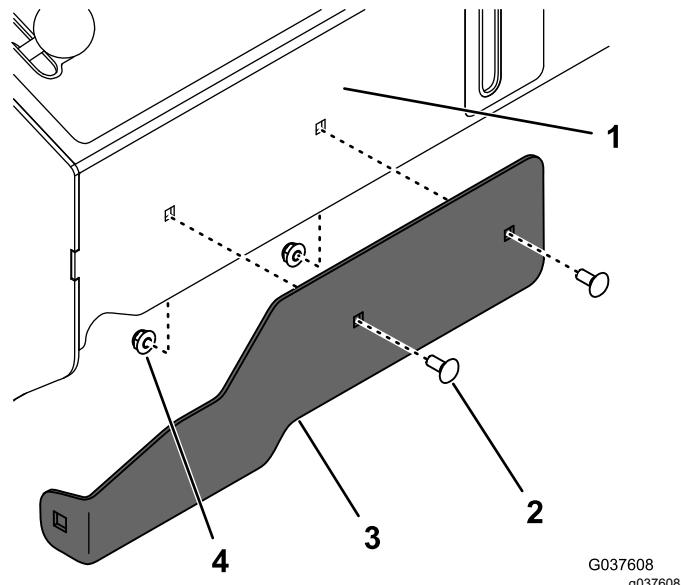

Figura 12
11. Instale, sem apertar, o suporte de montagem dianteiro na parte da frente da torre de controlo utilizando os dois parafusos de carroçaria ($\frac{1}{4}$ pol. x $\frac{5}{8}$ pol.) e as duas porcas ($\frac{1}{4}$ pol.), como se mostra na Figura 12.